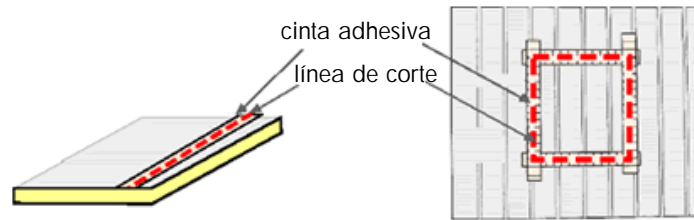

Fig. 26
- Trazar sobre la cinta con marcador la línea guía donde se va a ejecutar el corte . (Fig. 26)